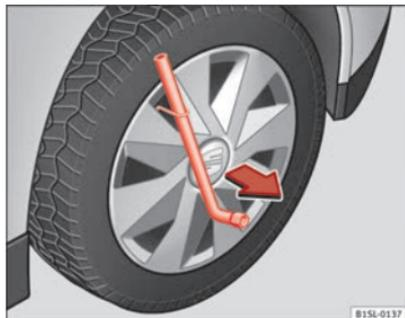

Fig. 141 Desmontar el tapacubos integral.
- Introduzca la llave para las ruedas en el gancho de alambre ⇒ fig. 141 y tire del tapacubos en el sentido que indica la flecha.